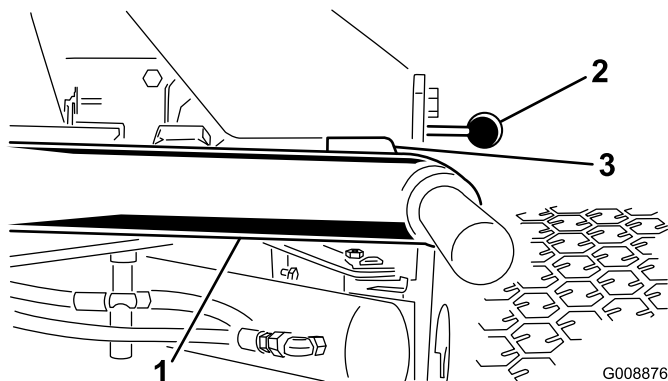

Figura 10
1. Arranque el motor, eleve las unidades de corte y compruebe que la holgura entre cada brazo de elevación y el soporte de la chapa de suelo es de 5 a 8 mm (Figura 10).